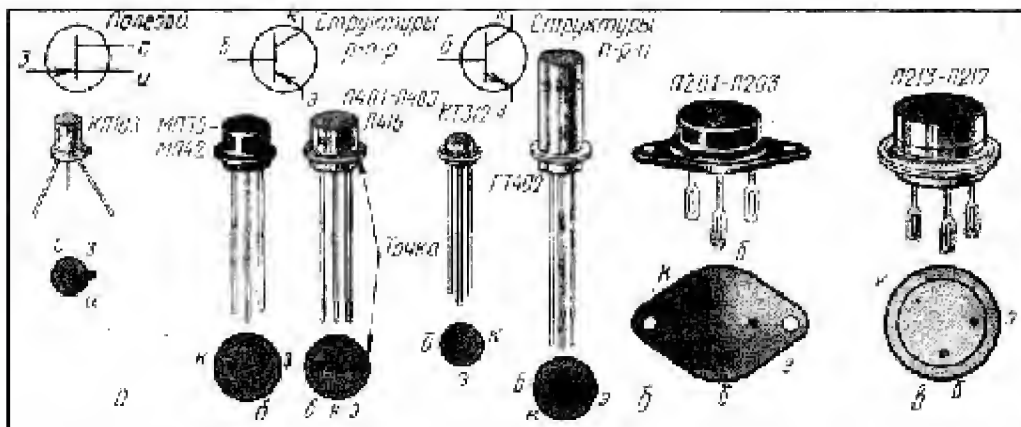

Рис. 4. Транзисторы: а — маломощные; б — средней мощности; в — большой мощности
**Транзисторы.** Из полупроводниковых приборов транзистор (рис. 4) наиболее часто применяется в радиоэлектронике. У него три вывода: база (б), эмиттер (э) и коллектор (к). Транзистор — усилительный прибор. Его условно можно сравнить с таким известным вам устройством, как рупор. Достаточно произнести что-нибудь перед узким отверстием рупора, направив широкое в сторону друга, стоящего в нескольких десятках метров, и голос, усиленный рупором, будет хорошо слышен вдалеке. Если принять узкое отверстие за вход рупора-усилителя, а широкое — за выход, то можно сказать, что выходной сигнал в несколько раз больше входного. Это и есть показатель усилительных способностей рупора, его коэффициент усиления.
Чтобы при подключении того или иного транзистора к деталям самоделки не перепутать выводы, нужно четко знать их расположение — цо-колевку. Примеры цоколевки некоторых транзисторов приведены на рис. 4. Для других транзисторов цоколевка приведена на схемах конструкций.